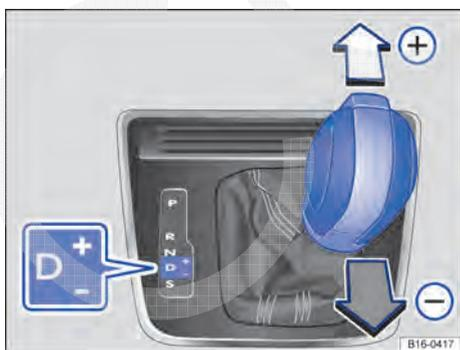

Fig. 144 Alavanca seletora na posição Tiptronic (veículos com direção à esquerda). Veículos com direção à direita são espelhados.
- Mover a alavanca seletora para frente **+** ou para trás **-** para aumentar ou diminuir a marcha → Fig. 144.